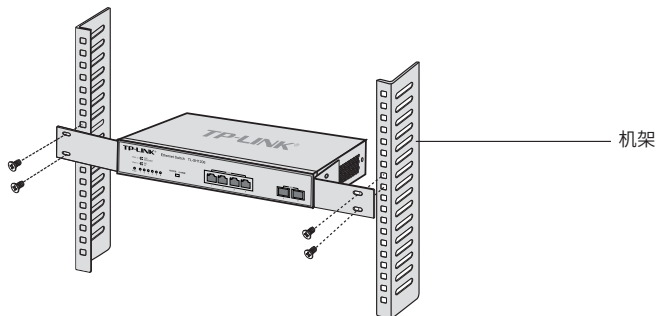

图2-3 机架安装示意图
4. 用螺钉将L型支架固定在机架两端固定的导槽上，确保交换机稳定、水平地安装在机架上，如图2-3所示。